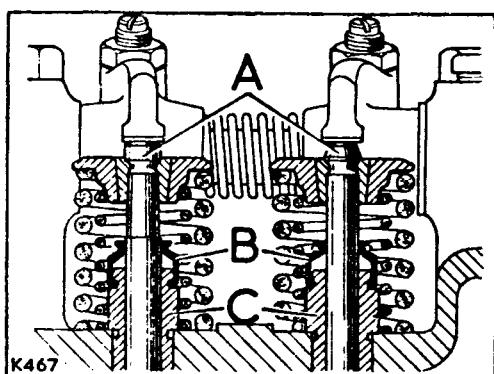

Fig. A4-79.- Posición de las guías de válvulas y retenes de aceite.
2.2.- Retirar los retenes (B) (Fig. A4-79) de aceite de las guías de válvula (C).
- 6.1.- Instalar los retenes de aceite en las guías de las válvulas (Fig. A4-79).